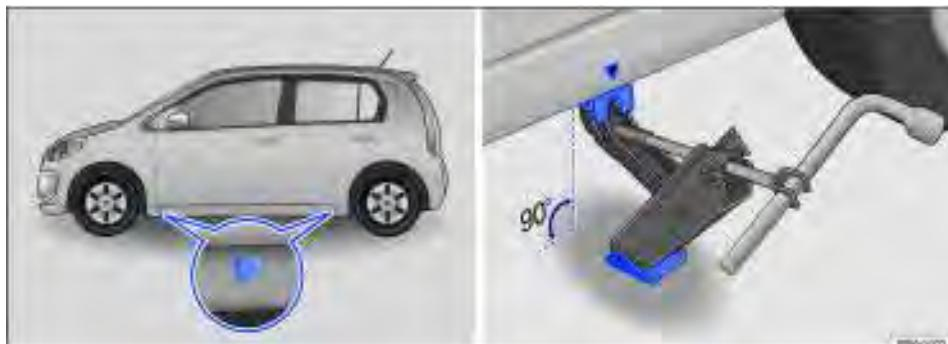

Fig. 141 Pontos de apoio do macaco e macaco posicionado no lado esquerdo traseiro do veículo.
A figura ⇒ Fig. 141 ilustra, como exemplo, os pontos de apoio do macaco nos veículos 4 portas. Os veículos 2 portas seguem o mesmo conceito.
O macaco somente pode ser posicionado nos pontos de apoio indicados (marcação na carroceria) ⇒ Fig. 141. É válido o ponto de apoio localizado próximo à roda correspondente ⇒ .
6. Procurar sob o veículo o ponto de apoio do macaco ⇒ Fig. 141 mais próximo da roda a ser trocada.
8. Garantir que a base do macaco, com toda sua superfície, esteja sobre o chão e que a base se encontre perpendicularmente abaixo do ponto de colocação ⇒ Fig. 141.
9. Alinhar o macaco e, simultaneamente, levantar a garra do macaco até ela se encaixar na travessa debaixo do veículo ⇒ Fig. 141.
- Posicionar o macaco somente nos pontos indicados. A garra do macaco deve se encaixar no perfil da longarina de forma segura ⇒ **Fig. 141**.